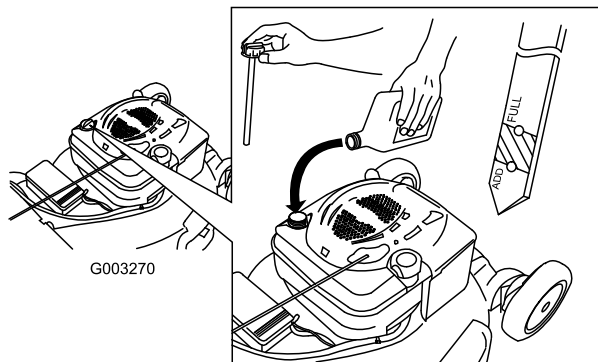

Bild 7
1. Ziehen Sie den Peilstab heraus (Bild 7).
anzuheben. Bild 7 **Füllen Sie nicht zu viel ein.** (Max. Füllstand: 0,59 l des Typs: Waschaktives SAE 30-Öl mit der Klassifizierung SF, SG, SH, SJ, SL oder höher durch das American Petroleum Institute (API).)